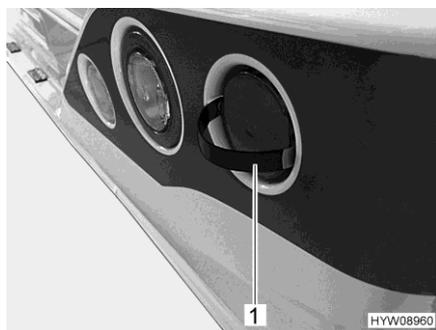

Fig. 156 Togliere la copertura
- Innestare i naselli dello strumento fornito (Fig. 156,1) come raffigurato, accanto alla copertura.